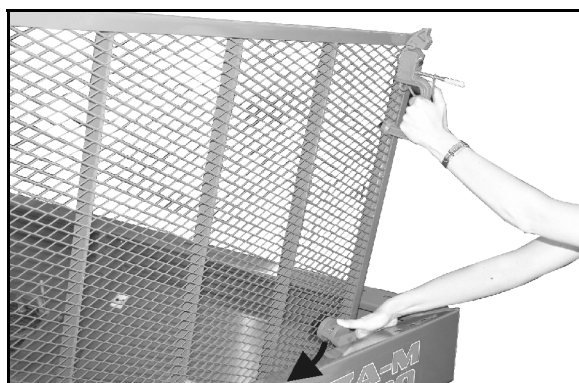

Fig. 17
3. Ridicați grilajul de protecție până când opritorul se blochează pe marginea buncărului (Fig. 17).
- Înainte de închiderea grilajului de protecție, apăsați opritorul în jos (Fig. 17).